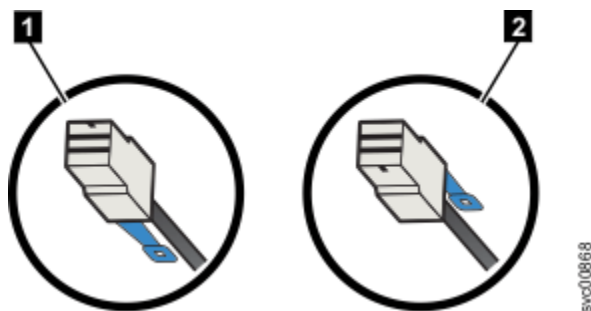

Figure 42. Orientation du connecteur du câble SAS
- Lorsque vous connectez un boîtier d'extension, la languette de retrait bleue doit se trouver sous le câble (1 dans la Figure 42, à la page 37).
- Lorsque vous connectez un contrôleur 2145-SV1, la languette de retrait bleue doit se trouver au-dessus du connecteur (2 dans la Figure 42, à la page 37).